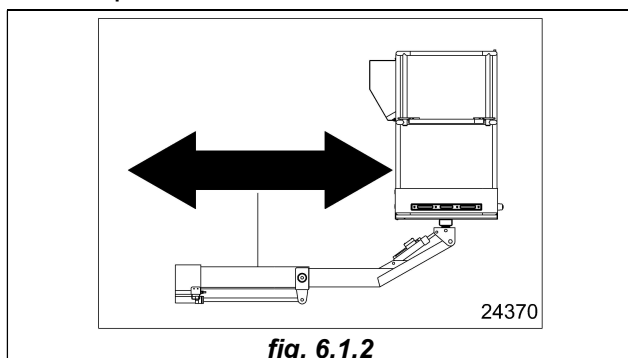

fig. 6.1.2
- terminate le operazioni, riportare i deviatori a due posizioni situati alla base del braccio sfilabile nella posizione originale (posizione di sfilo, indicata dall'adesivo) (*fig. 6.1.2*), togliere la leva dai deviatori e rimetterla in torretta bloccandola con il pomello nero di bloccaggio